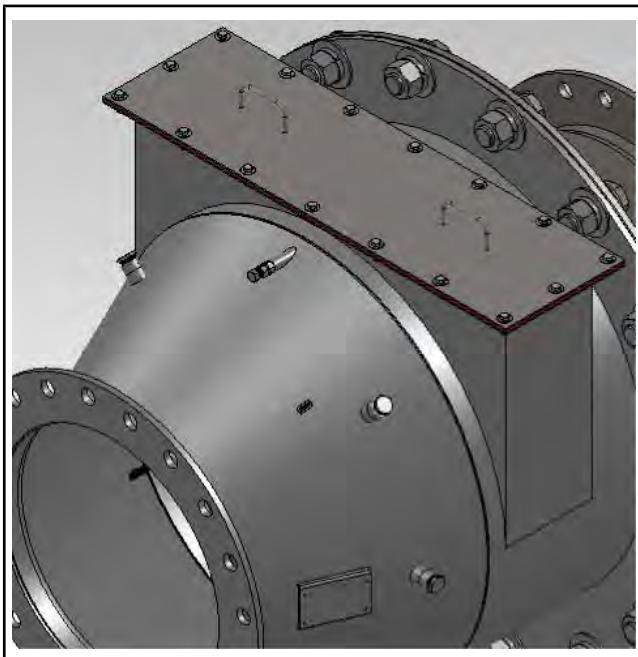

Рисунок 15.10-3: Ослабление натяжных болтов
5. Ослабьте гайки на всех трех натяжных болтах (см. Рисунок 15.10-3).